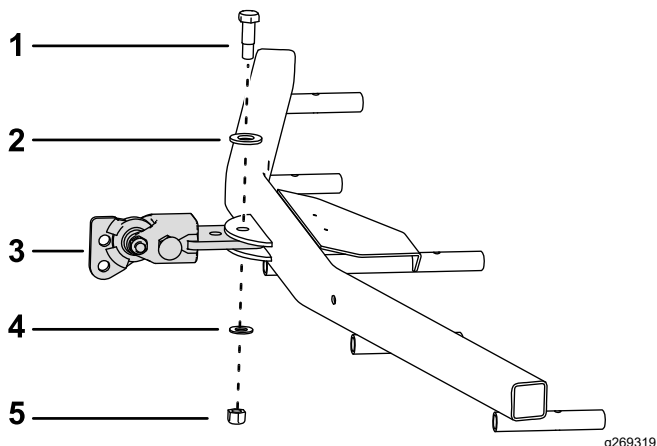

Figura 7
1. Montai ansamblul dispozitivului de cuplare cu bilă la grebla pentru frunze aa cum se arată în **Figura 7**.